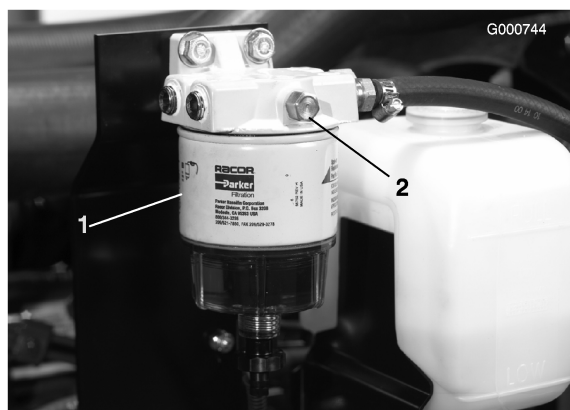

Figure 23
- Ouvrez le bouchon d'aération sur le filtre à carburant/séparateur d'eau (Figure 23).